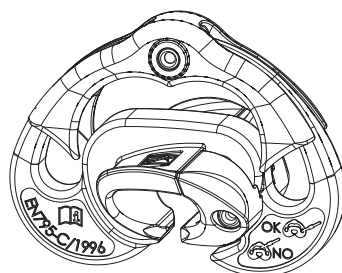

Fig. 1
Mise en place du connecteur en fil EN 362 (fig. 1) de la longe sur le coulisseau.
- a. Ouvrir le connecteur par action sur le verrou (fig. 1, repère 2) et basculer le linguet de sécurité (fig. 1, repère 3).
- b. Accrocher le connecteur à l'une des ouvertures d'ancrage (fig. 1, repère 9) du coulisseau travsmart™ situées en extrémité de la hanse (fig. 1, repère 8).